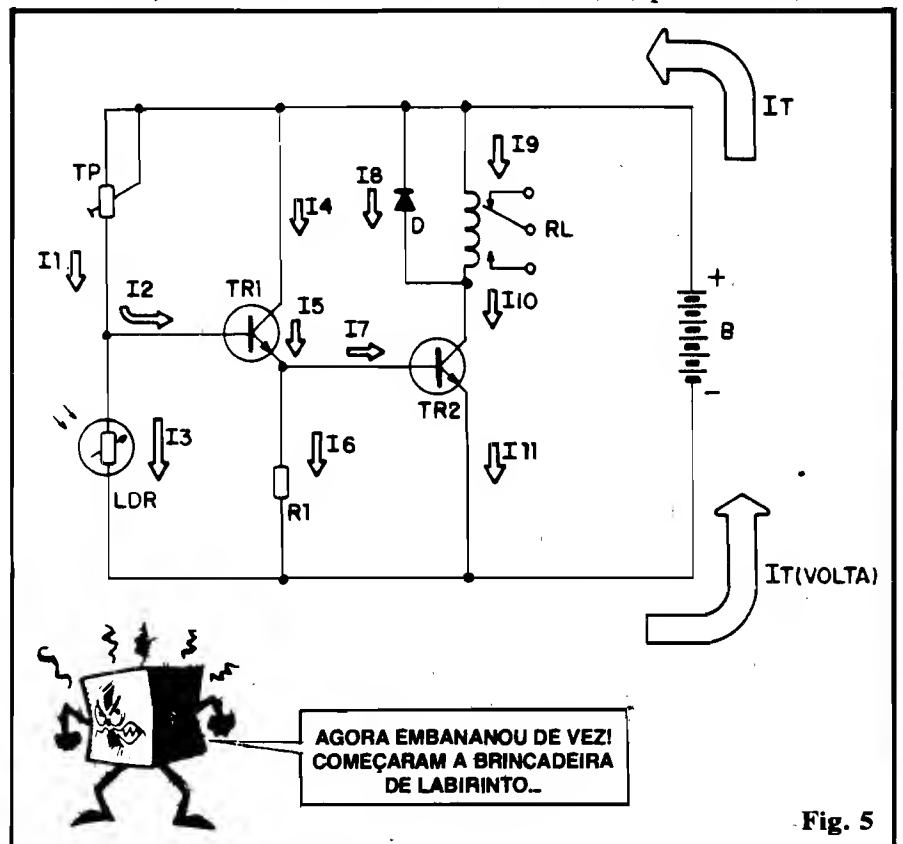
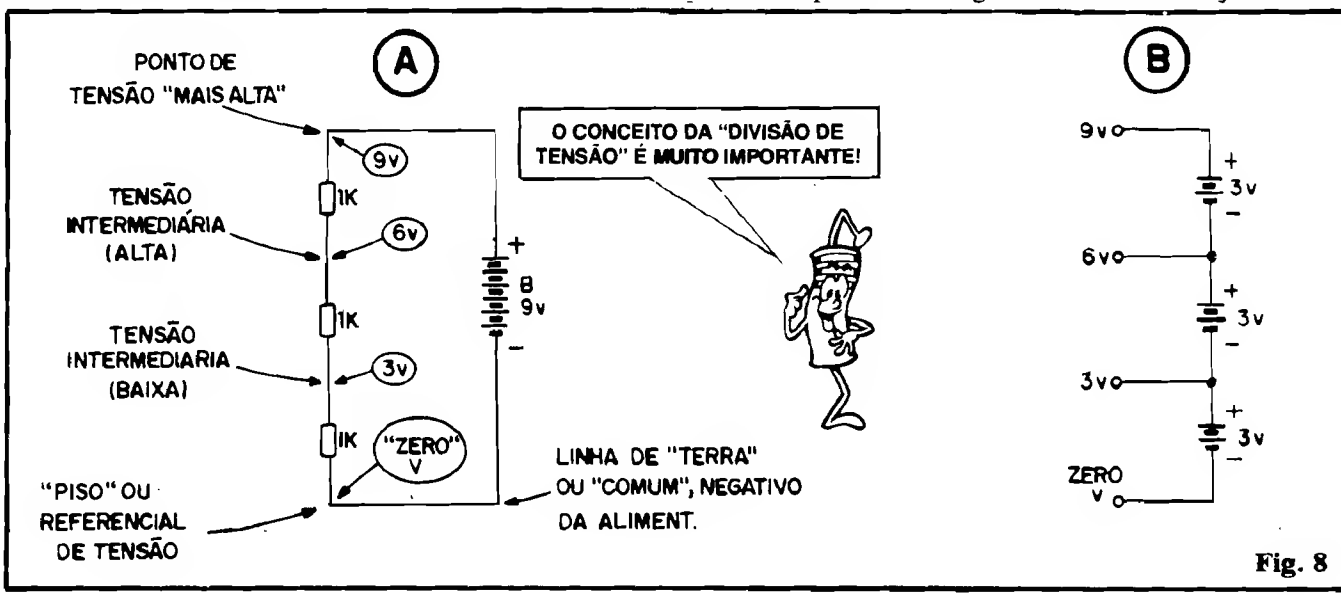

Fig. 5
Fig. 8
- **FIG. 5 - OS PERCURSOS DE CORRENTES NO CIRCUITO** - Olhem só “quantas” Correntes, em diversos “caminhos” e percursos, se desenvolvem dentro de um circuito tão simples! Vamos dar uma “olhadinha” individual em cada uma delas:
essa grandeza elétrica tem no funcionamento de qualquer organização circuital! Se intercalarmos um galvanômetro, na função de **MEDIDOR DE CORRENTE**, em qualquer dos pontos/percursos indicados na fig. 5, podemos avaliar **in loco** e "ao vivo" (com o circuito realmente **funcionando**...) tais Correntes, e das leituras inferir "um monte" de informações fundamentais...!
- Primeiro observamos com atenção o "esquema" do circuito, buscando os percursos elementares de Corrente (como na fig. 5).
**- FIG. 8 - A DIVISÃO DA TENSÃO** - Vimos, nos exemplos dados a partir da fig. 5 e explicações adjacentes, que a Corrente **pode** (e costumeiramente **o faz**, nos arranjos circuitais...) se "dividir" em inúmeros "caminhos" ou "percursos"... "Coisa" parecida se dá com a Tensão, que também pode se "dividir" num arranjo ou conjunto de componentes/blocos circuitais! Entretanto, ao invés de se "dividir em caminhos" (como faz a Corrente...) a Tensão se "divide em degraus"! Pode parecer um conceito um pouquinho difícil de "pegar", a princípio, mas logo o Leitor/"Aluno" intuirá o assunto, passando a interpretá-lo com grande facilidade... Observem, inicialmente, a fig. 8-A, onde três resistores, de 1K cada um, estão "enfileirados", constituindo o "percurso" para a
Corrente originada em uma bateria de 9V... Sempre levando em conta que atribuímos um referencial de "zero" para a linha correspondente ao **negativo** da fonte de energia, teremos (e medindo "lá", **in loco**, comprovaremos isso...) nada menos do que **três** diferentes "degraus" de Tensão: um de 3V, um de 6V e o mais alto, de 9V...! O quê os resistores "fazem" no arranjo...? Determinam - como já aprendemos - "dificultações" à livre passagem da Corrente, e com isso estabelecem diferentes níveis de "pressão elétrica" nos pontos intermediários da "pilha"...! Tudo se passa - no exemplo dado - como se tivéssemos não uma fonte única de 9V, mas três fontes de 3V cada, devidamente "empilhadas", conforme sugere o diagrama 8-B...! Notem que os exemplos da fig. 8 constituem uma "armação" básica e elementar, destinada apenas a facilitar o entendimento inicial do "Aluno", porém, qualquer que seja a circunstância de interligação de componentes, peças, blocos circuitais, etc., a uma fonte de energia, enquanto a **CORRENTE** se "divide em caminhos", a **TENSÃO** se "divide em degraus"... Não se esqueçam **DISSO**!